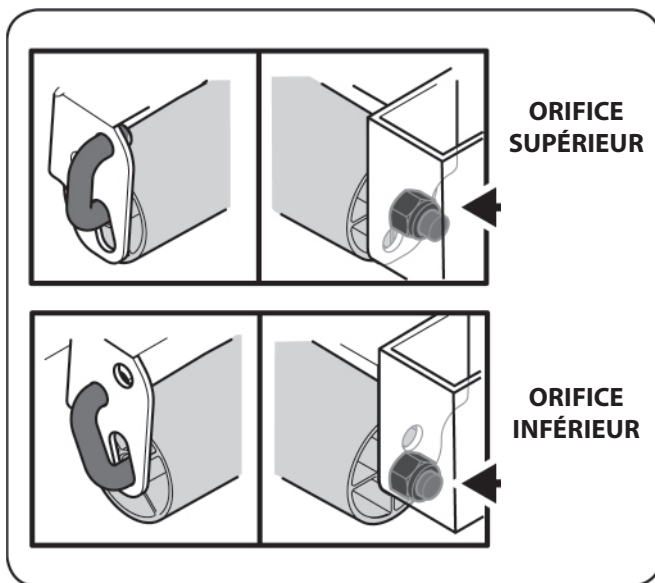

Figure 1-12
4. Le galet peut être ajusté à deux hauteurs différentes. Pour changer la hauteur de la trousse du traceur, retirez le contre-écrou et faites glisser la goupille suffisamment loin pour la faire passer à la hauteur souhaitée du côté droit du support. Sécurisez l'extrémité à crochet de la goupille et installez le contre-écrou pour le verrouiller en position. Consultez la Figure 1-12.